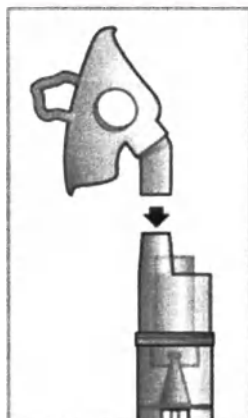

Рисунок 8
6. В зависимости от вида ингаляции, непосредственно к верхней части небулайзера присоедините либо мундштук, либо насадку для носа, либо маску (рис. 8). Небулайзер держите вертикально или присоедините к корпусу прибора с помощью углового держателя.